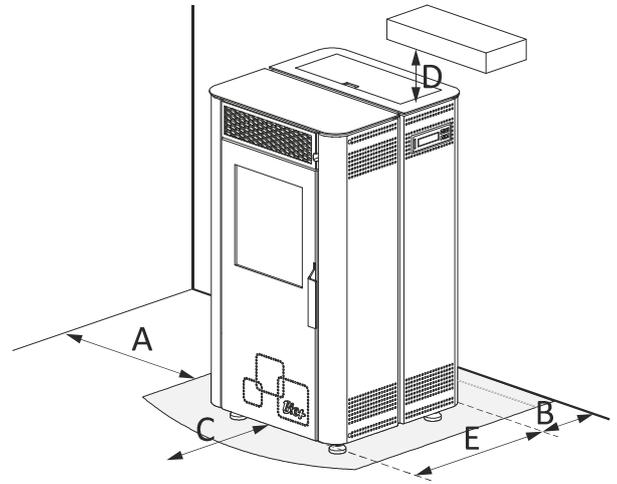

Figura 2
- 4.19.** Compruebe los espacios entre la estufa, el combustible y cualquier tipo de material inflamable, compruebe figura 2.